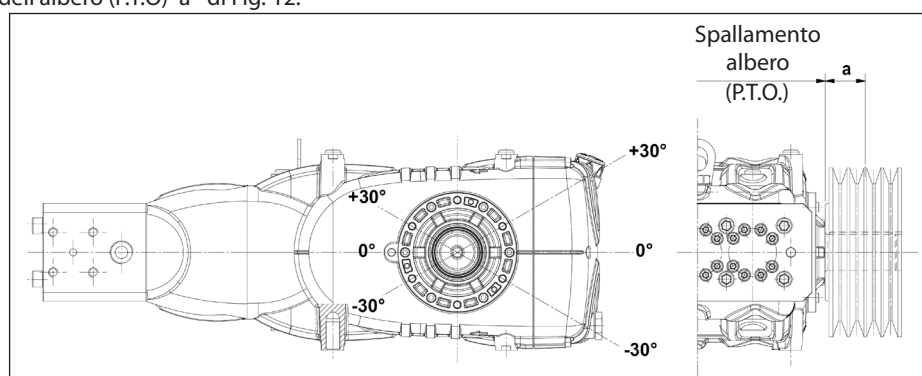

Fig. 12
La trasmissione è considerata adeguata se tale carico è applicato ad una distanza massima **a = 40 mm** dallo spallamento dell'albero (P.T.O) come indicato in Fig. 12.
- b) Utilizzare cinghie ad alto rendimento - per esempio **XPB** invece di **SPB** - in quanto risulterà necessaria una quantità inferiore di cinghie a parità di potenza trasmessa ed una conseguente distanza inferiore della risultante rispetto allo spallamento dell'albero (P.T.O.) "a" di Fig. 12.
- e) Seguire la direzione del tiro cinghia come indicato in Fig. 12 per esigenze diverse l'**Ufficio Tecnico** o **Servizio Assistenza Clienti**.